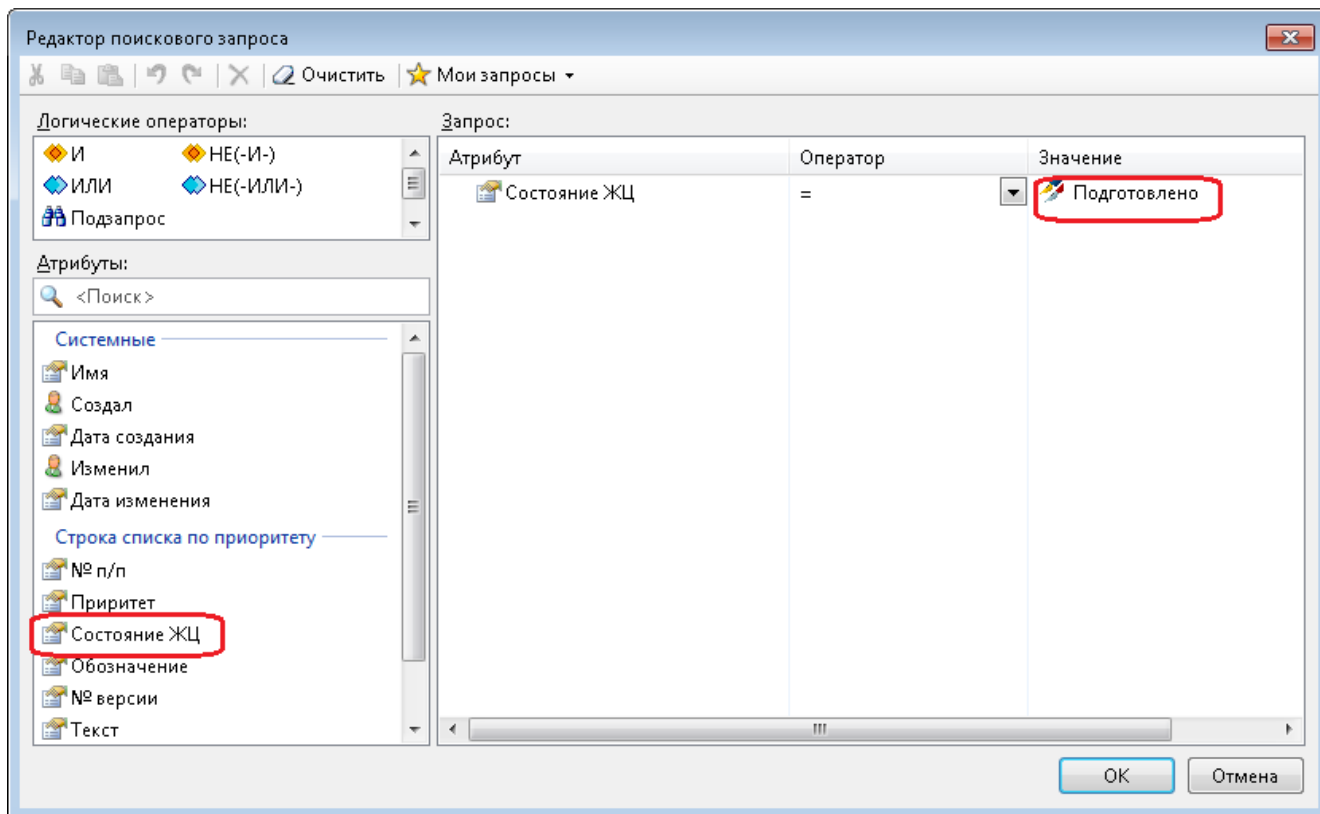

Рисунок 52 — Окно редактора поискового запроса статуса
- выбрать из списка нужное значение атрибута статуса (Рисунок 52);